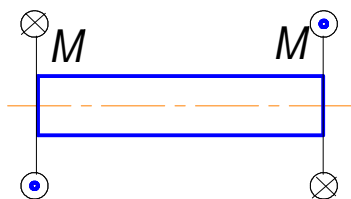

Рис.2.26
2.56. Разрушение деревянного образца (рис.2.26) при кручении происходит от действия [простой выбор]: